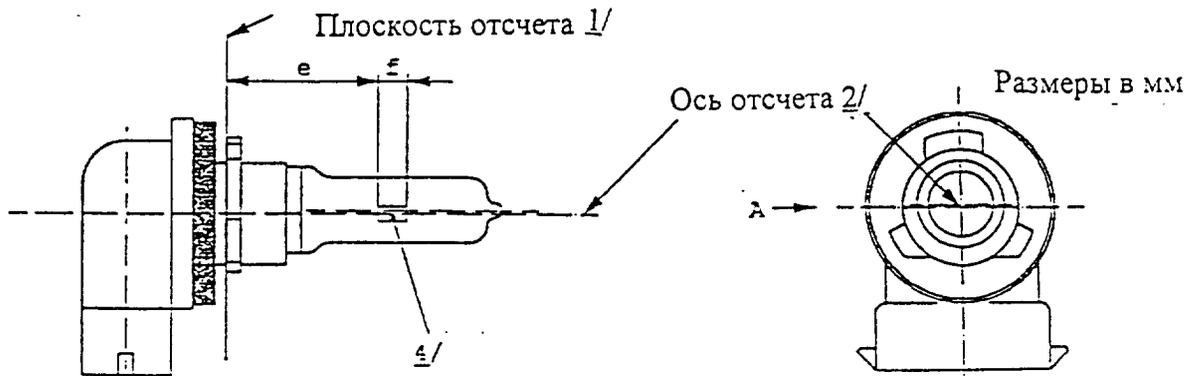

Рис. 1 - Основной чертеж
11/ Крайние точки нити накала определяются как точки, где проекция наружной части конечных витков пересекает ось нити накала; направлением визирования является направление А, как показано на рис. 1 в спецификации H8/1.
Расположение нити накала контролируется только в направлениях А и В, как показано на рис. 1 в спецификации Н8/1.
- ^{6/} Конструкция внутренней части лампы должна быть такой, чтобы паразитные зеркальные изображения и световые отражения находились только над самой нитью накала, видимой в горизонтальном направлении (вид в направлении А, как показано на рис. 1 в спецификации Н9/1).
- ^{7/} Смещение нити накала относительно оси отсчета измеряется только в направлениях визирования А и В, как показано на рис. 1 в спецификации Н9/1. Точками измерения являются точки, в которых проекция наружной части конечных витков, наиболее близкая или наиболее удаленная от плоскости отсчета, пересекает ось нити накала.